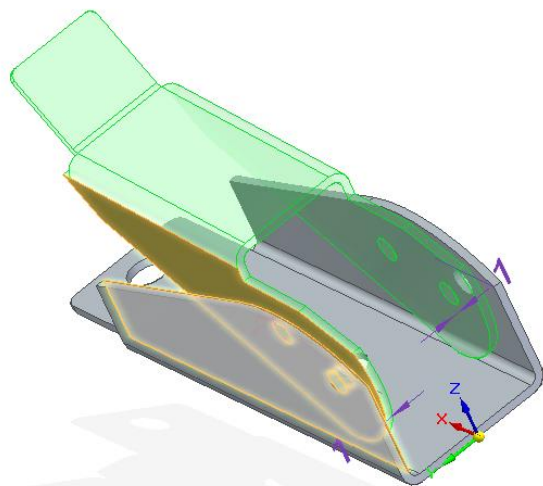

Figura 11
- Em seguida, arraste a peça **Alavanca** para a área de trabalho, Você deve centralizar a peça 2 sobre a peça 1. Crie uma relação **Mate** entre os planos indicados na *Figura 11* (lateral interna da peça **Corpo** e externa da **Alavanca**) e digite 1 mm no campo **Distance**.